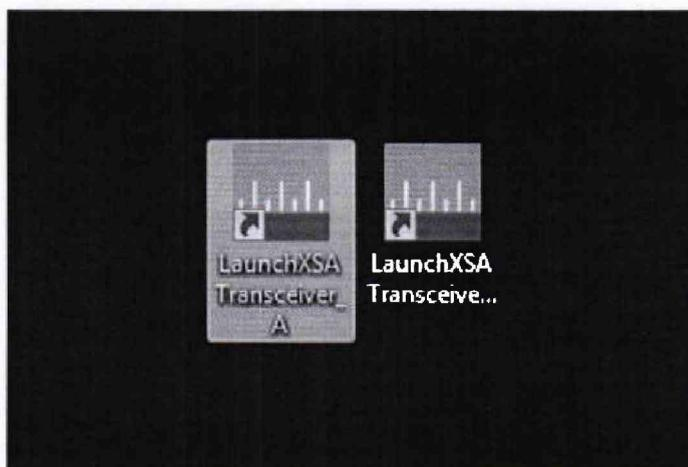

Рисунок 3
7.5.1.2 Запустить программу Launch XSA Transceiver\_A (для портов 1-4) или Launch XSA\_Transceiver\_B (для портов 5-8) с измерительными приложениями для анализа спектра (рисунок 3).